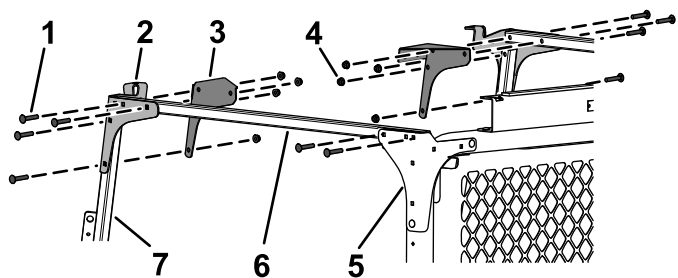

図 35
8. 後取り付けブラケットと後コーナーガセットにクロスリンクチューブを仮止めするキャリッジボルト5/16 x 1 3/4 インチ4本と、フランジナット5/16 インチ4本を使用して図 35のように取り付ける。
9. クロスリンクチューブと左右の風防サポートに前取り付けブラケットと前コーナーガセットを仮止めするキャリッジボルト5/16 x 1 3/4 インチ8本とフランジナット5/16 インチ8個を使用して図 35のように取り付ける。